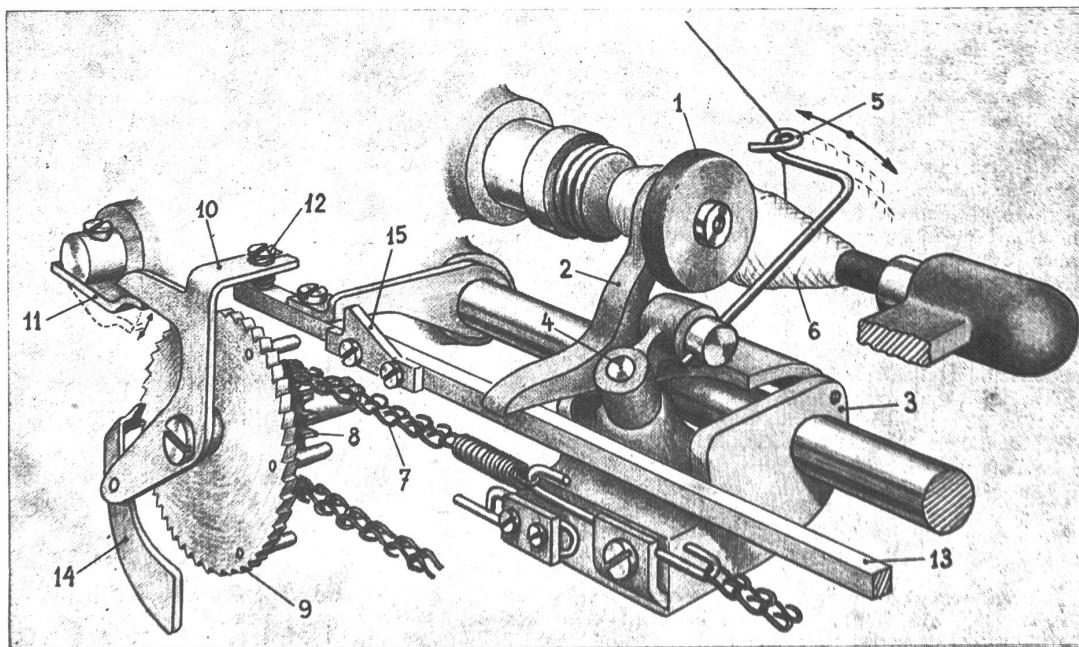

Fig. 3. Fühlerrädchen mit mechanischer Schaltung zu dem neuesten vollautomatischen Schuß-Spulautomat MS von der Maschinenfabrik Schweiter A.-G.
3. Fühlerrädchen mit mechanischer Schaltung (Fig. 3). (Patent Maschinenfabrik Schweiter A.-G. Horgen.)